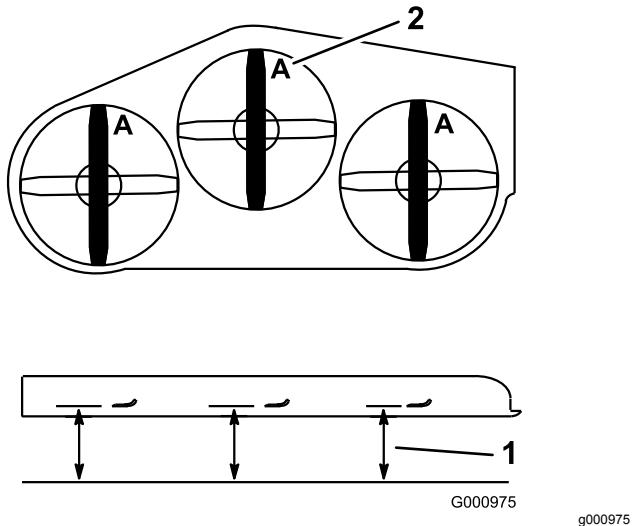

Figure 90
3. Tournez les lames dans le sens longitudinal (Figure 90).
4. Mesurez la distance entre la surface plane et le tranchant (position A) des lames (Figure 90).